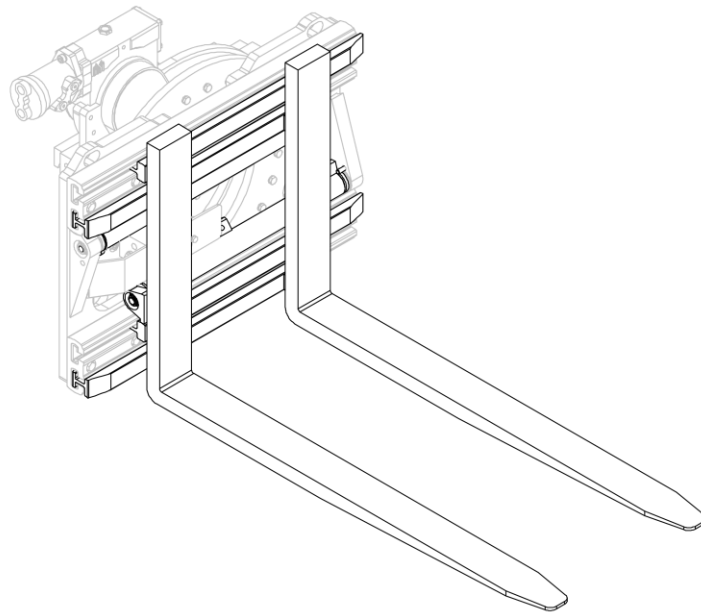
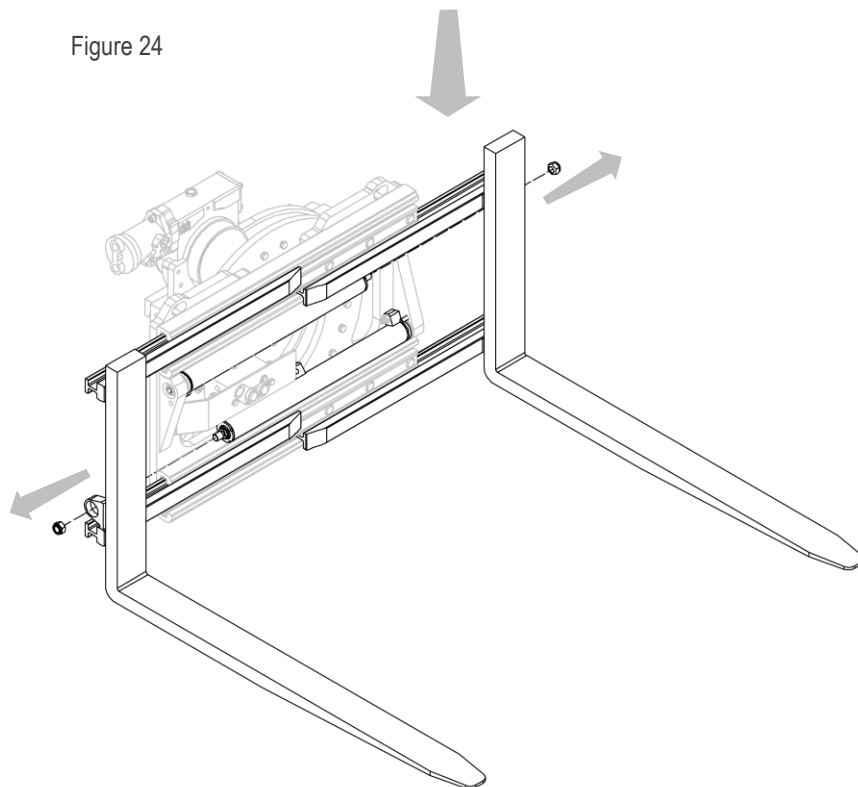

Figure 24
Figure 25
2. Retirer les fourreaux avec leurs fourches après avoir dévissé les écrous correspondants qui le relient aux vérins (voir *Figure 24* et *Figure 25*).